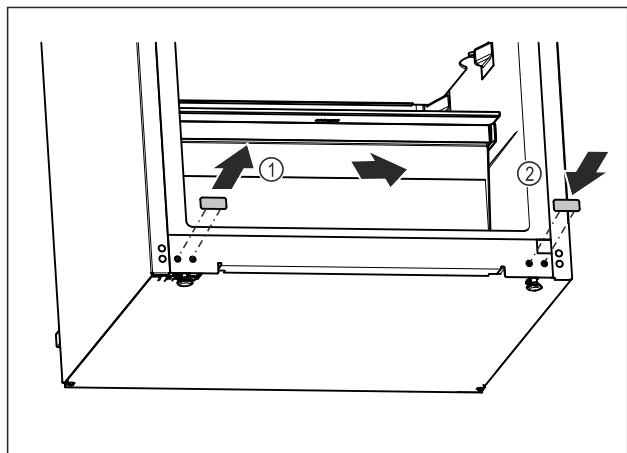

Fig. 21
- Estrarre il coperchio a tappo. Fig. 21 (1)
- Inserire il coperchio a tappo sul lato opposto. Fig. 21 (2)